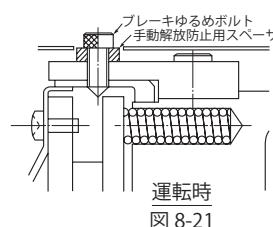

図 8-21
- (2) ブレーキを解放した後、再び元の状態に復帰させる場合は、安全のため(1)で取り外した手動解放防止用スペーサを元どおりに取り付けてください。(図 8-21 参照)
- (3) ブレーキゆるめボルトのサイズは次の通りです。